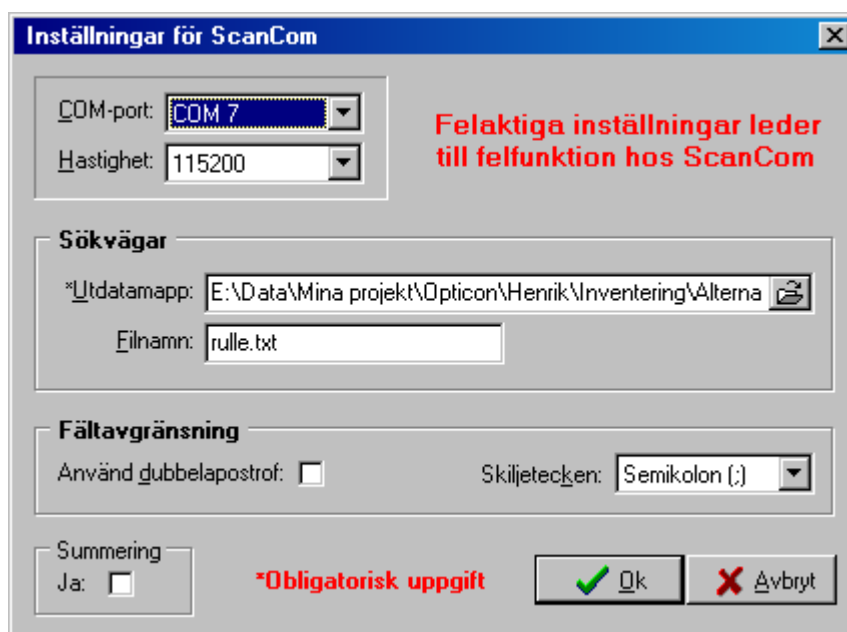

Bild 1 - ScanComConfig
- Sök upp ScanCom i Windows Start-meny och kör ScanComConfig, varvid ett fönster med inställningar visas (bild 1)